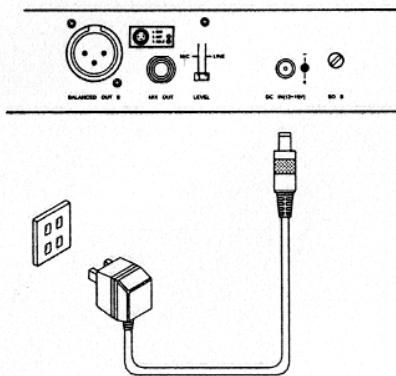

Fig.4
4. Entrada de jack (si es así). Cuando el conmutador está en posición "up", el control de volumen no actúa y el volumen se sitúa en el máximo. Cuando está en posición "down" el control de volumen (3) opera normalmente. Ajuste el nivel de la entrada aquí del micrófono o fuente auxiliar.
6. Conector de 4 pin: Alinee e inserte el conector de acuerdo con la posición y enrósquelo (fig. 4).
(Fig.4)